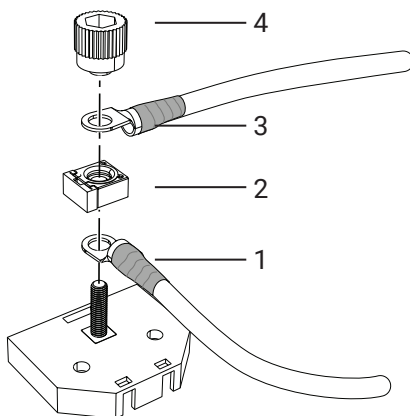
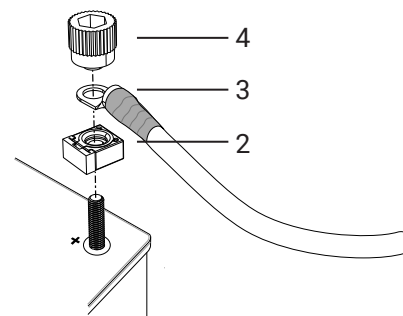

Imagen 64. Conexión a la caja de fusibles
Imagen 65. Conexión al terminal positivo de la batería
3. Cuando utilice la caja de fusibles, conectar el cable (1) al terminal positivo de la batería y a la caja de fusibles y colocar el fusible (2) en la parte superior, véase Imagen 64.
4. Cuando se conecte directamente al terminal positivo de la batería, colocar el fusible (2) en el terminal positivo, véase Imagen 65.
5. Conectar el cable de alimentación principal (3) a la caja de fusibles/al terminal positivo, véase Imagen 64 - Imagen 65.
6. Apretar las conexiones de cables y el fusible con la perilla (4). Los cables se colocan a 90° o 180° entre sí. El fusible se monta con el ángulo correcto orientado hacia los cables, véase Imagen 64 - Imagen 65.